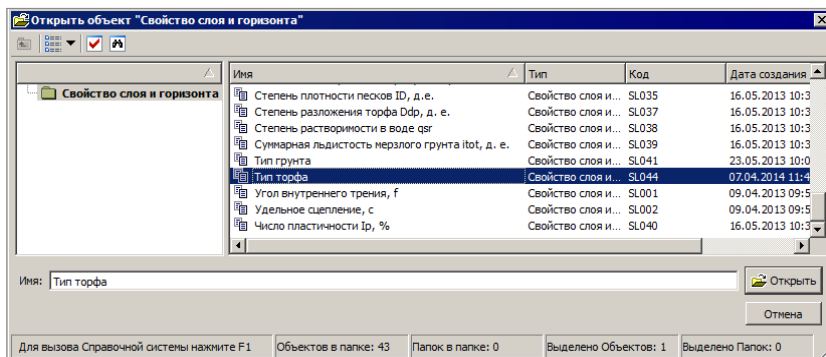

Рис. 7.5
- Кнопка в поле параметра **Выбор свойства для определения типа торфа** открывает диалог **Свойства слоя и горизонта**, где необходимо выбрать семантическое свойство **Тип грунта** (рис. 7.5). Это свойство является ключом для связи с геологическим строением проекта геологии (вода имеет значение б, торф типа ПБ – 5, ПА – 4, П – 3, ИБ – 2, IА – 1, минеральное дно – 0).